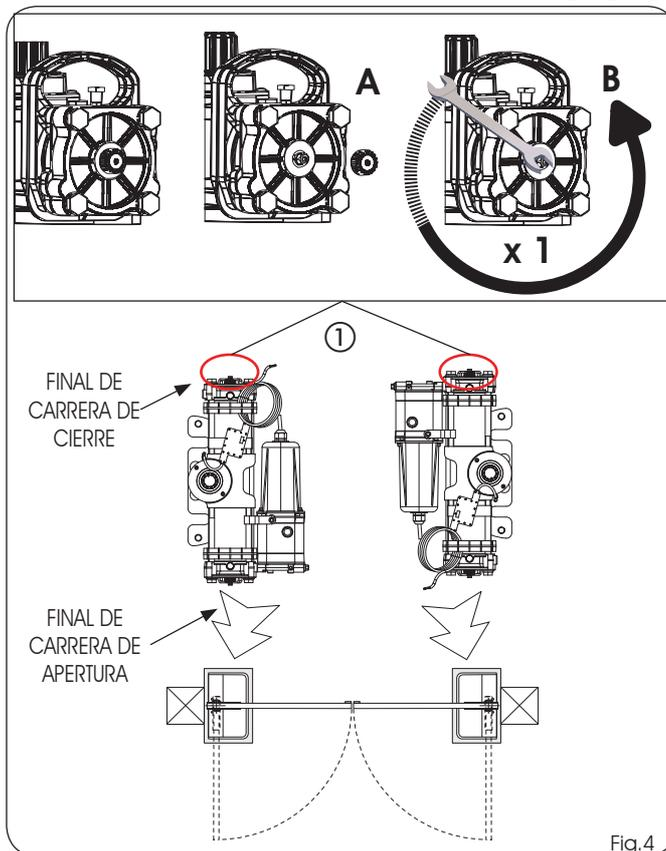

Fig.4
- 3) Desenrosque del operador el tapón (Fig.4 ref.A) del tornillo de final de carrera de cierre (Fig.4 ref. ①), y compruebe que el tornillo esté enroscado completamente.
- 4) **Desenrosque de una vuelta el tornillo de final de carrera de cierre (Fig.4 ref.B) (Importante para el acoplamiento perfecto entre el piñón y el casquillo ranurado en la fase de montaje).**